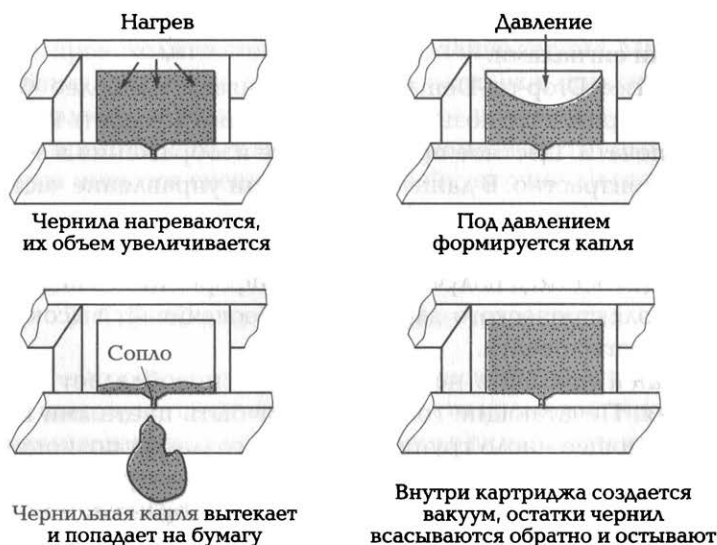

Рис. 7.3. Принцип нанесения чернил с использованием пузырьковой (Bubble-Jet) технологии печати
*Метод газовых пузырей* является термическим и называется *методом инжектируемых пузырьков (Bubble-Jet)*, или *пузырьковой технологией печати*, которая проиллюстрирована на рис. 7.3. Каждое сопло печатающей головки принтера оборудовано нагревательным элементом в виде тонкопленочного резистора, который при пропускании через него тока за 7... 10 мкс нагревается до высокой температуры. Температура, необходимая для испарения чернил, например в принтерах фирмы Hewlett-Packard, достигает примерно 330 °С. Возникающий при резком нагревании чернильный паровой пузырь (*Bubble*) стремится вытолкнуть через выходное отверстие сопла необходимую каплю жидких чернил диаметром менее 0,16 мм, которая переносится на бумагу. При отключении тока тонкопленочный резистор быстро остывает, паровой пузырь уменьшается в размерах, что приводит к разрежению в сопле, куда и поступает новая порция чернил.
Последовательность нанесения чернил с использованием пузырьковой технологии печати показана на рис. 7.3. Эту технологию